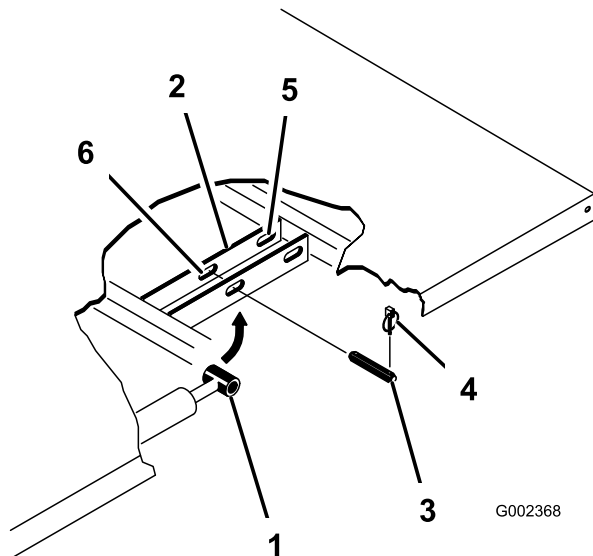

Figura 33
3. Retire os pinos de sujeição das extremidades exteriores dos pinos de forquilha da haste do cilindro (Figura 33).
4. Retire os passadores de forquilha que prendem as extremidades da haste do cilindro nas placas de montagem da plataforma, empurrando os passadores para dentro (Figura 33).
5. Retire os pinos de sujeição e os passadores de forquilha que prendem os apoios articulados nos canais da estrutura (Figura 33).